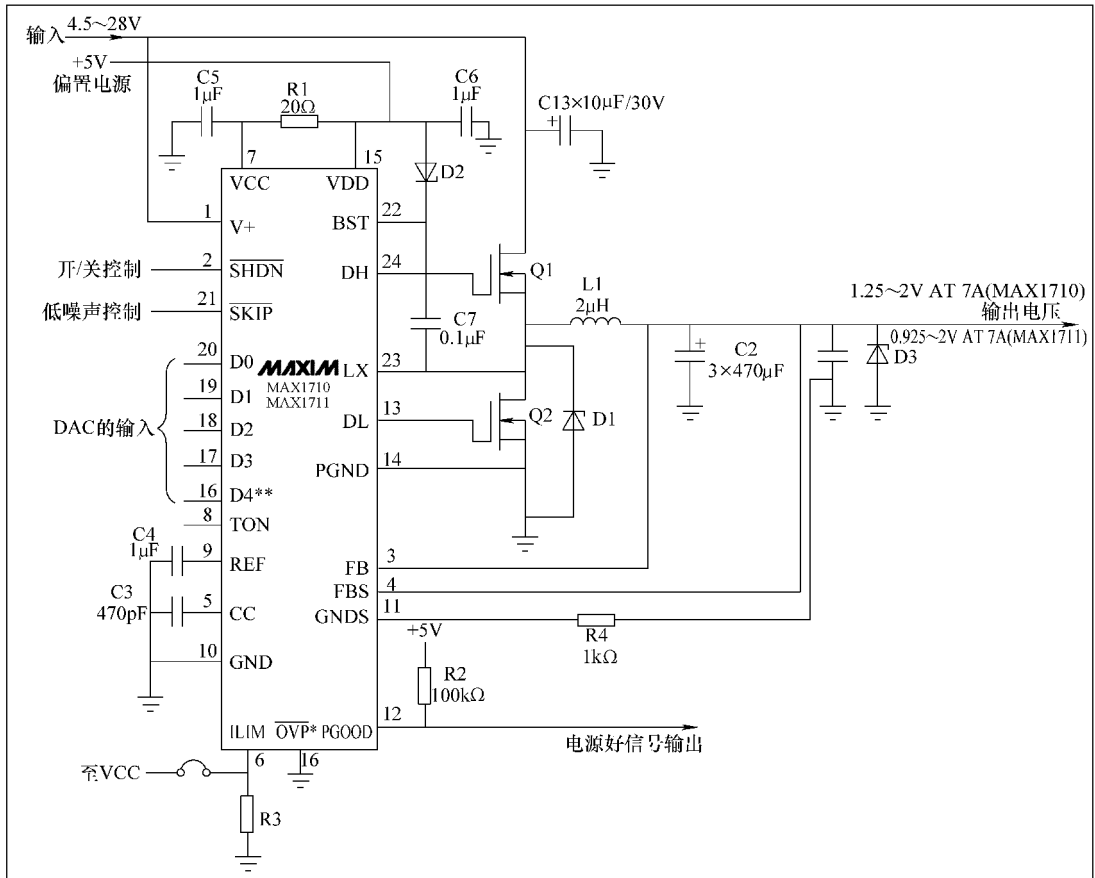

图 3-15 由 MAX1710 组成的 CPU 内核供电电路原理图
由 MAX1710 组成的 CPU 内核供电电路原理图如图 3-15 所示。从保护隔离电路送来的 16V 总供电，一路送入到 MAX1710 的①脚总供电输入端输入，同时另一路还给高端管 Q1 的 D 极提供供电。当 MAX1632 系统供电电路工作后，产生出 5V 供电，将提供给 MAX1710 的⑮脚为芯片内部低端激放供电，和⑦脚为内部反馈电路供电输入。当 16V 与 5V 供电正常后，⑬脚将产生保护直流 5V 输出。当②脚有总控制信号时，该电路开始工作，输出正常的 CPU 供电电压，由⑨脚产生 2V 的基准电压输出，由⑫脚产生电源好信号输出。